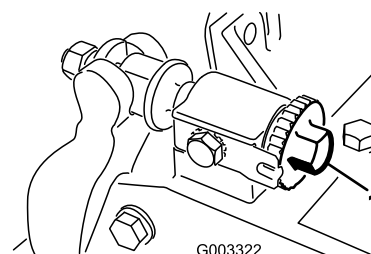

Bild 25
1. Lösen Sie den Spindel-zu-Untermesser-Kontakt, indem Sie die Einstellhandräder des Untermessers (Bild 25) nach links drehen, bis kein Kontakt besteht.